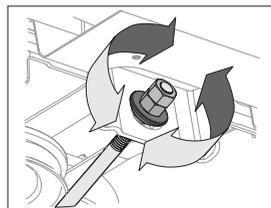

Fig. 26
- Para erguer a parte frontal da bandeja, remova a capa, solte a porca externa e aperte a porca contra o suporte da suspensão dianteira. Quando o ajuste adequado for atingido, aperte novamente a porca externa e recoloque a capa, [Fig. 26].